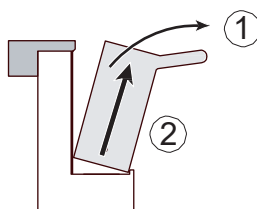

Рисунок 27 Этапы извлечения сенсора
- Потяните сенсор вперед (1) из матрицы сенсоров и поднимите его вверх (2) (см. рисунок 27).